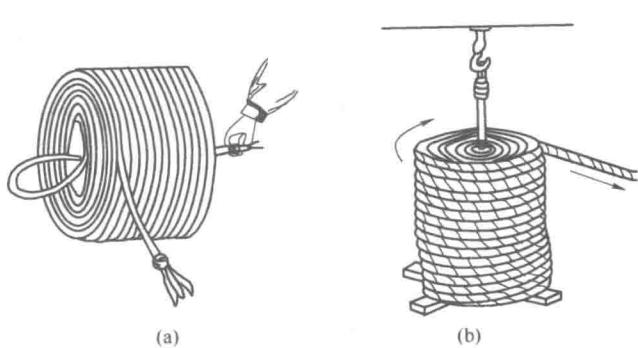

图 1-1-4 绳捆的打开方法
(1) 启用新绳时,应注意出厂日期,并观察其颜色、气味,看其有无变质。存放时间较长时,要检查绳子是否有腐烂、老化现象;
(2) 打开新捆:每捆绳子一个绳头在外,一个绳头在里,为防止扭结,小规格的绳子可将绳头朝下,由上面将里面的绳头抽出,或将绳头朝左,而从右边将它抽出,如图 1-1-4(a)所示;大一些的绳子可挂在转钩上,一边转一
边拉,或者在甲板上滚动解开,如图 1-1-4(b)所示。